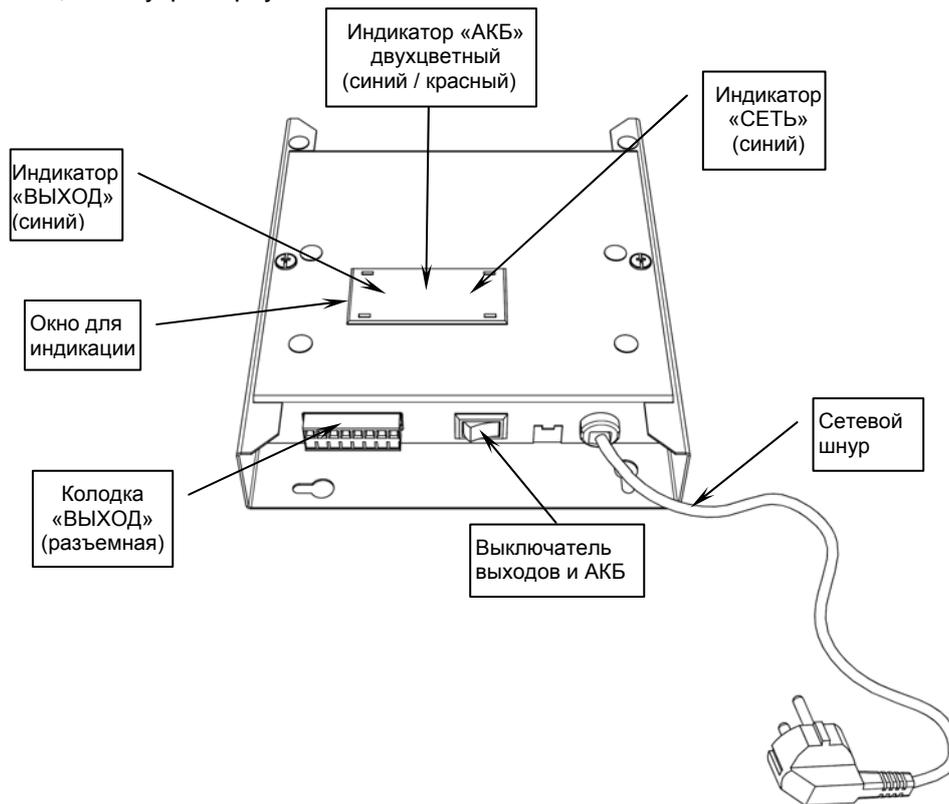

Рисунок 1 – общий вид источника со стороны подключения
- ✓ возможность полного отключения выходного напряжения и АКБ с помощью клавишного выключателя (см. рисунок 1), указанный выключатель может использоваться как для оперативного отключения выходного напряжения и АКБ, так и для консервации источника при транспортировке, хранении, или в случае длительного перерыва в эксплуатации.
**Источник выполнен** в металлическом корпусе с полупрозрачным пластиковым окном для индикации (см. рисунок 1). АКБ входит в состав изделия и размещена внутри корпуса источника.